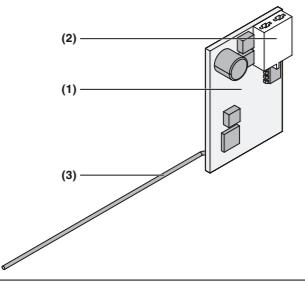

Fig. 1
2.1 Empfänger BDF140-2 (Fig. 1)
2.1 Récepteur BDF140-2 (fig. 1)
2.1 Ontvanger BDF140-2 (fig. 1)